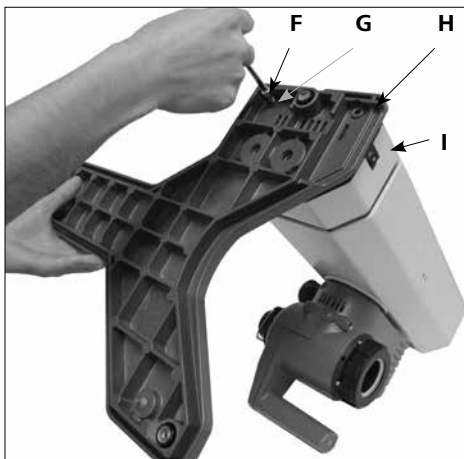

Fig. 7
1.) 리프트에 리프트 고정 패널 설치 (Fig. 7)
- 포장을 뜯은 후에 원통형 M6X25 (F) (4x) 톱니 와셔 M6(G) (4x)를 적용하여 리프트 장치(I)가 있는 베이스(H)를 장착 할 수 있습니다.(Fig. 7)